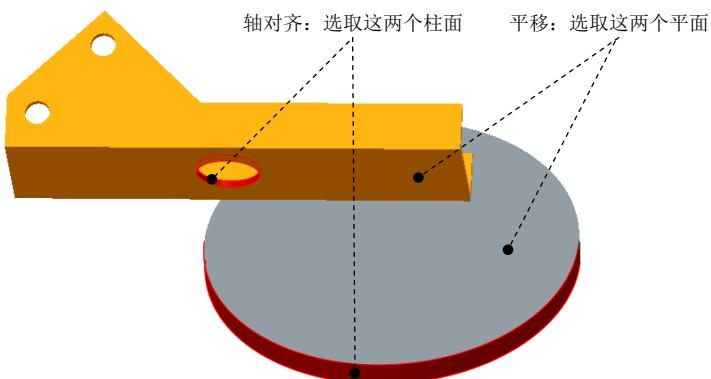
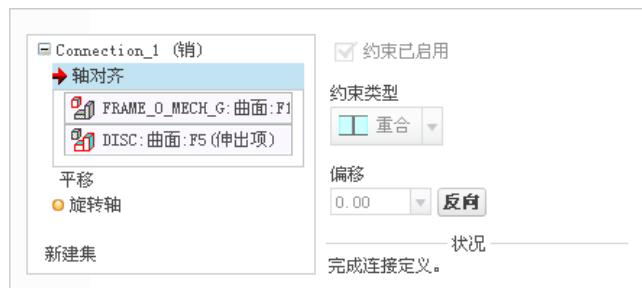

图 3.18.27 创建销 (Pin) 连接
图 3.18.28 “放置”界面
Step4. 引入第二个元件 FRAME_0_MECH_G.prt (回转台示意模型)，并将其调整到图 3.18.27 所示的位置。
(1) 在“元件放置”操控板的机械连接约束列表中选择 销 选项。
(2) 定义“轴对齐”约束。单击操控板中的 **放置** 按钮，分别选取图 3.18.27 中的两个柱面为“轴对齐”约束参考，此时 **放置** 界面如图 3.18.28 所示。
(3) 定义“平移”约束。分别选取图 3.18.27 中的两个平面为“平移”约束参考，此时